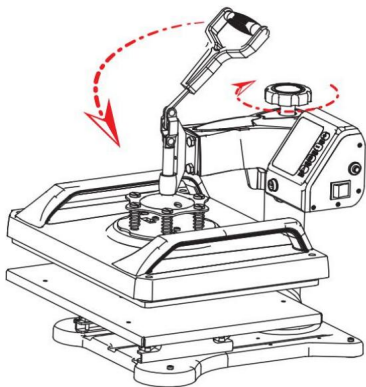

Fig 8
8. Draai aan het handwiel en probeer de hendel meerdere keren in te drukken totdat de juiste druk is ingesteld (zoals weergegeven in afbeelding 8).